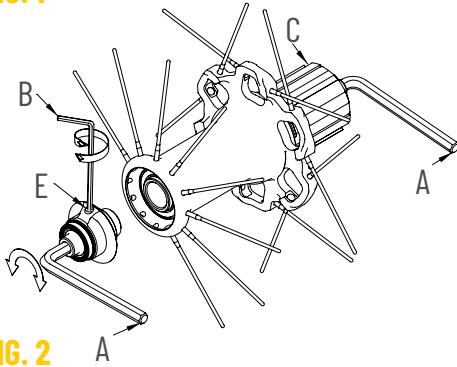

FIG. 2
• Sfilate il perno del mozzo posteriore (Fig.2); il corpo ruota libera (C) potete sfilarlo dal perno per poter effettuare la manutenzione (Fig.2).
- Allentate il grano (E) con una chiave a brugola da 2mm (B) (Fig.2).
- Richiudete il grano (E). Controllate la scorrevolezza della ruota.